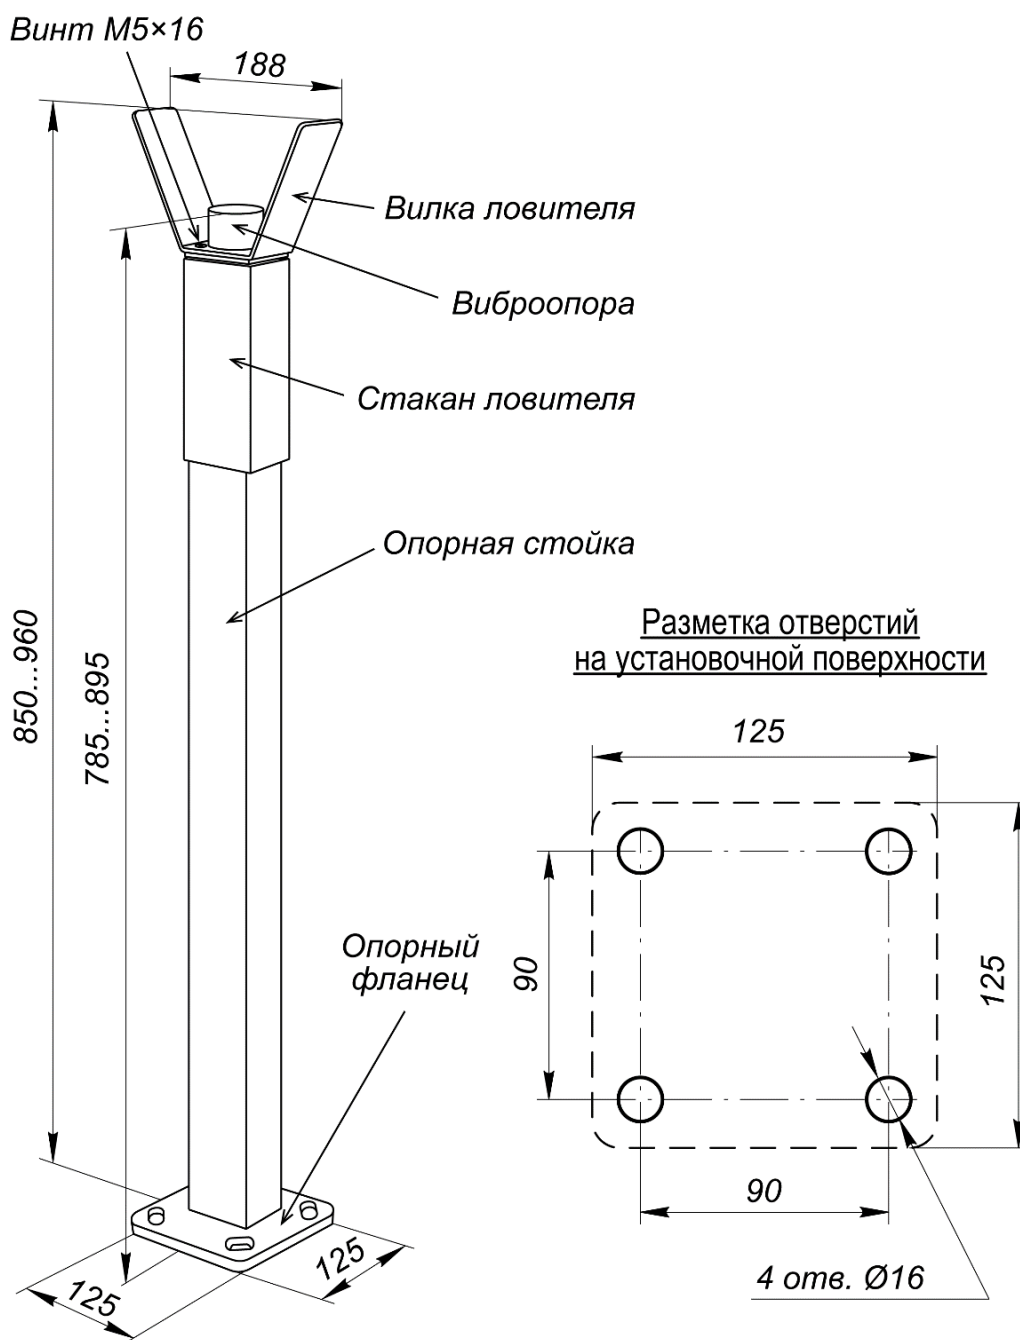

Рисунок 20. Внешний вид опорной стойки с ловителем стрелы PERCo-GBS1
При необходимости, а также при длине стрелы более 3 метров, устанавливается опорная стойка с ловителем стрелы **PERCo-GBS1** (входит в дополнительный комплект поставки). Опорная стойка **PERCo-GBS1** состоит из стойки прямоугольного сечения с опорным фланцем и ловителя стрелы (см. рис. 20).
1. Выполните в установочной поверхности отверстия в соответствии с разметкой (см. рис. 20). Ось опорной стойки должна совпадать с продольной осью стрелы шлагбаума (обращаем внимание, не с осью стойки шлагбаума!, см. рис. 7). Размер отверстий на схеме указан для анкеров типа PFG IH10 («SORMAT»), при использовании других типов анкеров необходимо выполнять отверстия соответствующих им диаметра и глубины.